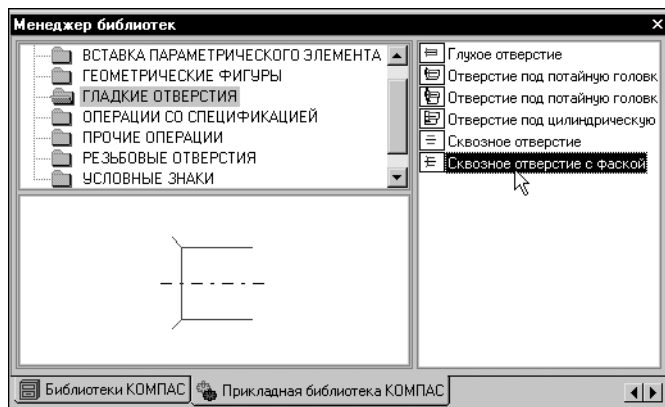

Рис. 51.30. Выбор библиотечного элемента
2.3. Раскройте раздел *Гладкие отверстия*, выберите элемент *Сквозное отверстие с фаской* и щелкните по нему дважды (рис. 51.30).